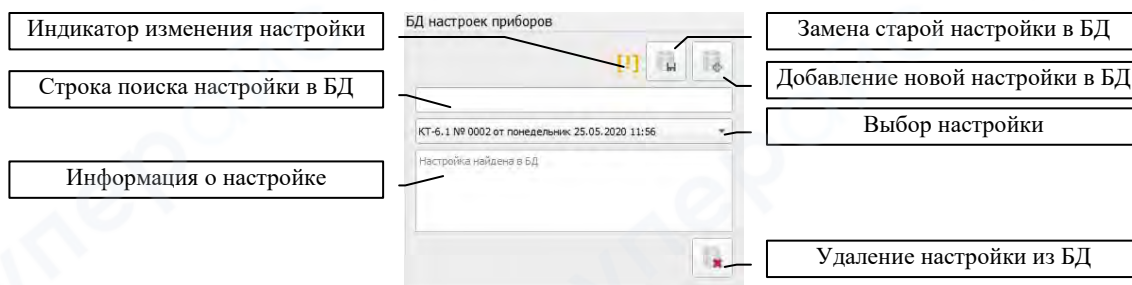

Рис. 15
4.3.11.2 «База данных с настройками», рис. 15.